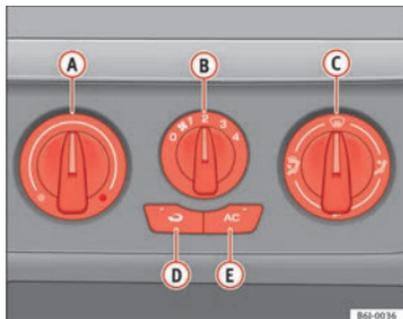

Fig. 102 Mandos del Aire Acondicionado en el tablero de instrumentos
- Desconecte el sistema de refrigeración con la tecla ⇒ fig. 102 **AC** (se apaga el testigo de la tecla).
Con la recirculación de aire en marcha → fig. 102  (se enciende un testigo en la tecla), se evita que los malos olores del exterior, por ejemplo, al atravesar un túnel o en un atasco, penetren en el habitáculo.